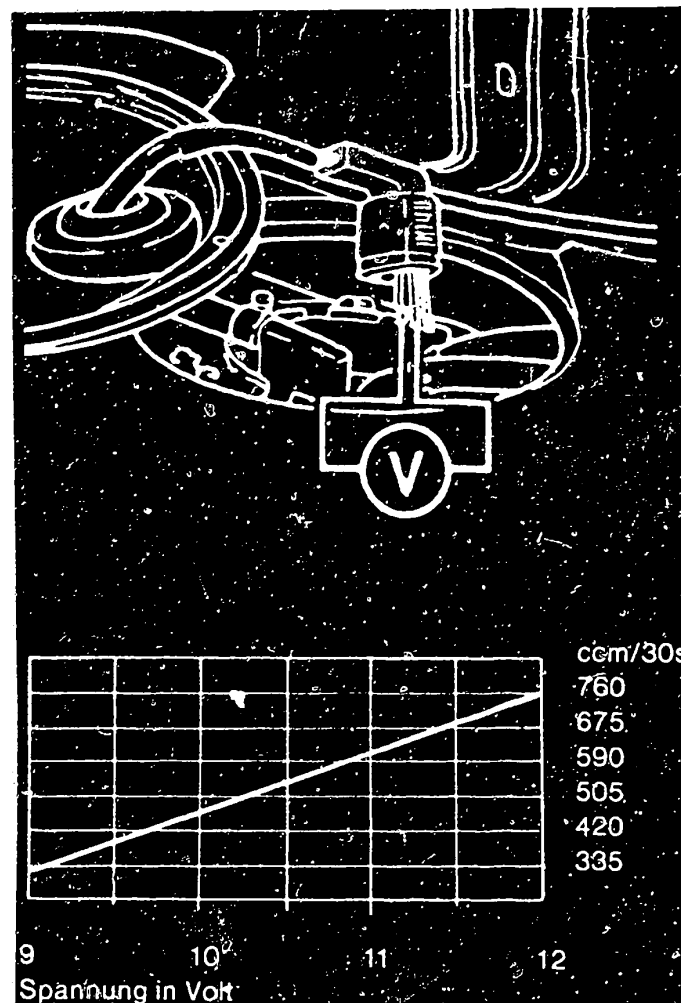

Bild 15 Oben: Messen der Betriebsspannung an der elektrischen Benzinpumpe. Unten: Tabelle zur Bestimmung der Fördermenge.
a) Die Spannung der elektrischen **Rollenzellen-Benzinpumpe** muss bei stehendem Motor und laufender Pumpe ca. 2V unter der Batteriespannung liegen. Anhand der Tabelle in Bild 15 und der gemessenen Spannung kann die Soll-Fördermenge in $\text{cm}^3/30\text{s}$ ermittelt und kontrolliert werden.